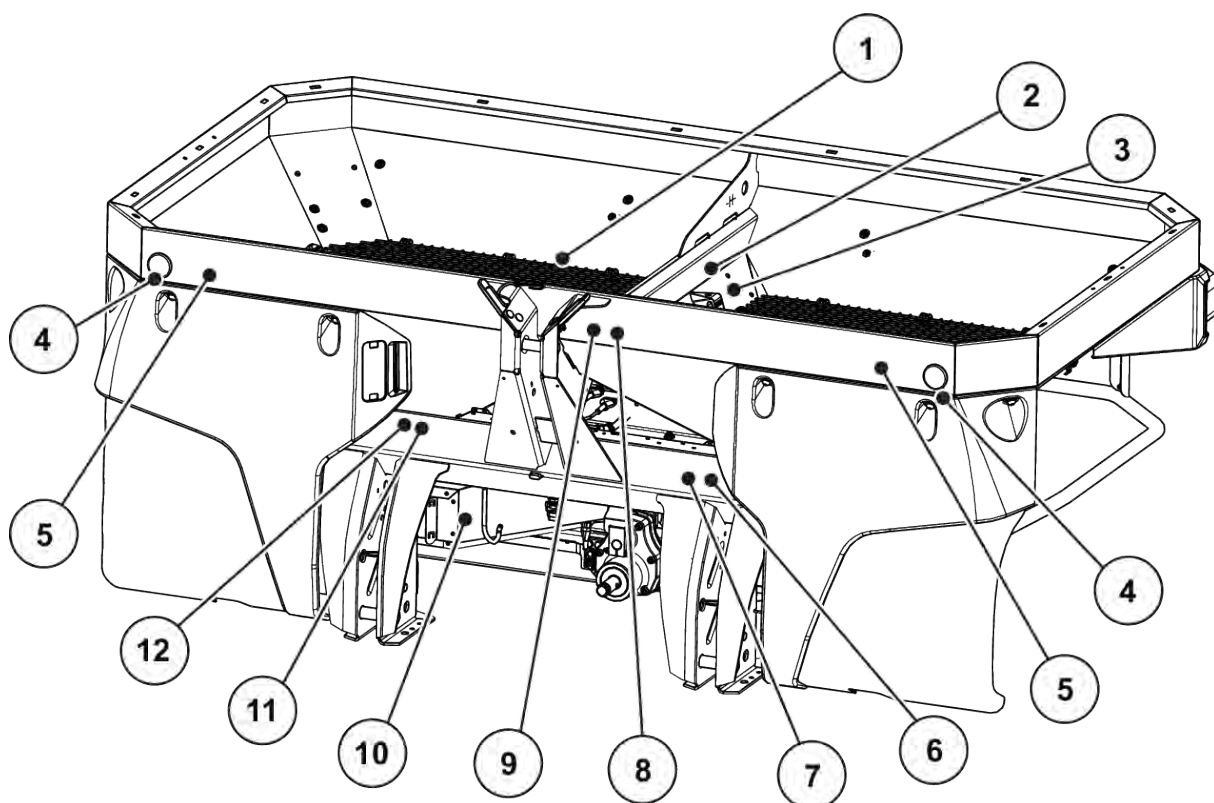

Рис. 2: Защитные устройства, наклейки с предупредительными указаниями и инструкциями, передняя сторона
Машина на заводе-изготовителе оснащена осветительным устройством и передними, задними и боковыми габаритными огнями (расположение на машине см. *Рис. 2 Защитные устройства, наклейки с предупредительными указаниями и инструкциями, передняя сторона*).
- защитные устройства; см. *Рис. 2 Защитные устройства, наклейки с предупредительными указаниями и инструкциями, передняя сторона*